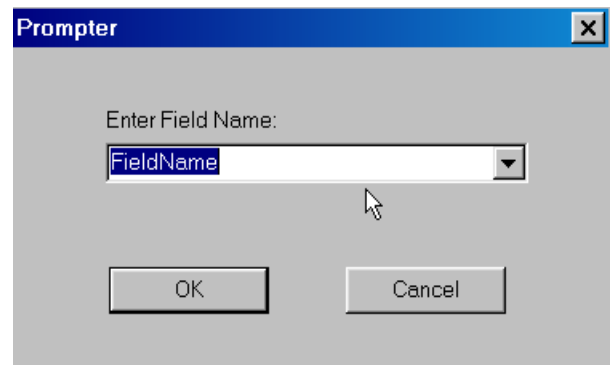

Рис. 8-7. Выбор имени нового столбца
3) На панели **Prompter** (подсказчик) в окне *Enter Field Name* из раскрывающегося списка выберите *ComponentHeight* (высота компонента) и нажмите ОК (см. рис. 8-7).